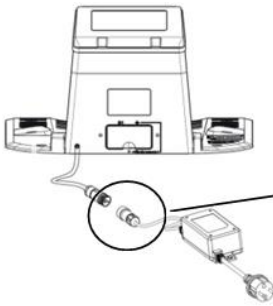
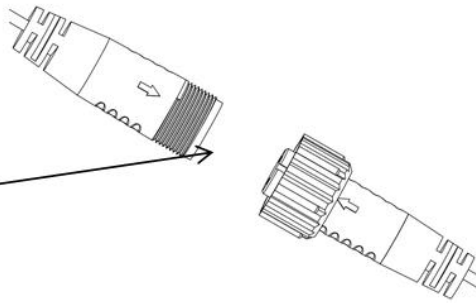

Fig.20A
Fig.20B
6. Conectați încărcătorul la stația de încărcare. Aliniați săgeata de pe conectorul cablului de alimentare al stației de încărcare cu săgeata de pe conectorul încărcătorului, introduceți conectorul unul cu celălalt și apoi strângeți piulița (Fig.20A/Fig.20B).